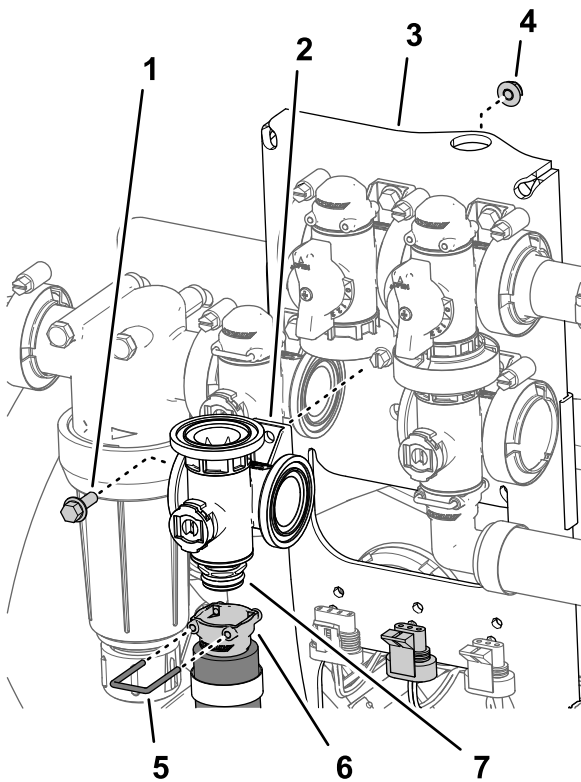

Figure 113
- Retirez l'étrier qui fixe la douille de raccordement rapide à au raccord rapide du collecteur de la vanne d'agitation (Figure 113).
- Retirez le boulon à embase (1/4" x 3/4") et le contre-écrou à embase (1/4") qui fixent la vanne d'agitation au support, puis déposez le collecteur de la machine (Figure 113).